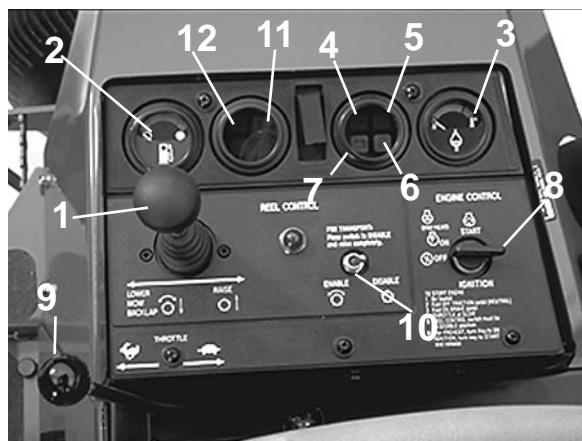

Bild 10
**Hebel—Schnittwerk absenken/anheben** (Bild 10)—Der Hebel dient dem Heben und Senken der Schnittwerke sowie dem Starten und Stoppen der Spindeln.
**Kraftstoffuhr** (Bild 10)—Zeigt den Stand im Kraftstofftank an.
**Motorölwarnlampe** (Bild 10)—Zeigt gefährlich niedrigen Motoröldruck an.
**Zündschloß** (Bild 10)—Drei Stellungen: AUS, EIN/Vorwärmen und START.
**Gashebel** (Bild 10)—Den Gashebel vorwärts bewegen, um die Motordrehzahl zu steigern, rückwärts, um sie zurückzudrehen.
**Motorkühlmittelwarnlampe** (Bild 10)—Diese Lampe leuchtet auf und der Motor wird automatisch abgestellt,
**Glühkerzenmeldelampe** (Bild 10)—Aufgeleuchtet zeigt diese Lampe an, daß die Glühkerzen eingeschaltet sind.
**Batteriezustandsanzeige** (Bild 10)—Leuchtet auf bei Fehlfunktionen im Ladekreis.
**EIN-/AUS-Schalter** (Bild 10)—Im Zusammenhang mit dem Schnittwerk anheben/absenken-Hebel zum Zuschalten/Ausschalten der Spindeln benutzen.
**Wasser im Kraftstoff-Lampe** (Bild 10)—Warnung über Wasser im Kraftstoff.
**Niedriger Kühlmittelstand-Lampe** (Bild 10)—Warnt, daß der Kühlmittelstand zu niedrig ist.